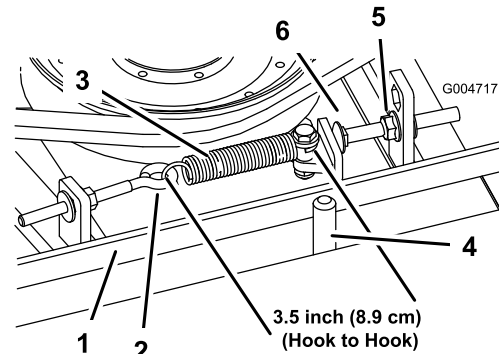

Figura 64
Cuando está correctamente tensado, la longitud del muelle de extensión (entre ganchos) debe ser de 3,50 $\pm 0,25$ pulgadas aproximadamente (medida interior). Una vez que haya obtenido la tensión correcta del muelle, ajuste el perno de tope (perno de cuello cuadrado) hasta que quede aproximadamente 0,125 +0,060/-0,000 pulgadas de holgura entre la cabeza del perno y el brazo tensor (Figura 64).
Nota: Asegúrese de que la correa está colocada en el lado del muelle de la guía de la correa (Figura 64).
2. Afloje el perno de ojal para poder retirar el muelle de extensión (Figura 64).
tensor pase por el perno de tope (Figura 64). Aleje la polea tensora de la correa para aliviar la tensión de la correa.
8. Vuelva a conectar el muelle de extensión (Figura 64) al perno de ojal y tense la correa de la siguiente manera: